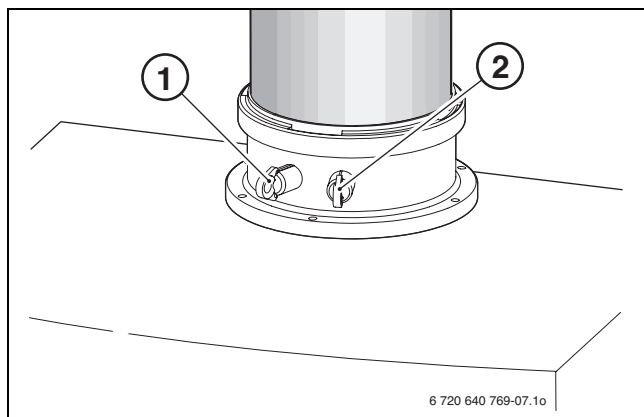

Bild 66
- ▶ Stopfen am Verbrennungsluft-Messstutzen [2] entfernen (→ Bild 66).
- ▶ Stopfen am Abgasmessstutzen [1] entfernen (→ Bild 66).